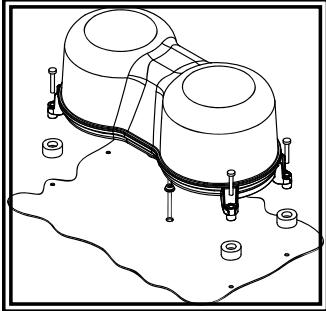

Figure 1
2. En vous aidant de la base de la mini-barre, marquez les quatre emplacements des trois orifices de montage (voir Figure 1).
4. Un quatrième trou peut être percé pour l'accès du fil comme indiqué à la Figure 1, et les fils peuvent être acheminés par l'œillet.